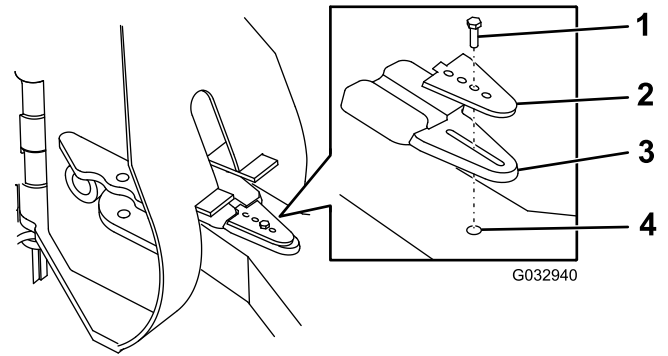

Bild 46
2. Stellen Sie die Anschlagpufferplatte ein (**Bild 46**).
3. Befestigen Sie die Platte mit der vorher entfernten Schraube am Anschlagpuffer und Schubrahmen (**Bild 46**). Ziehen Sie die Schraube bis auf 31 Nm an.